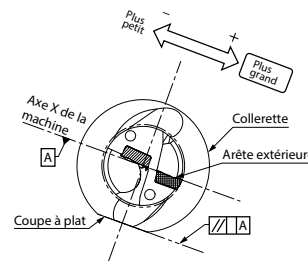
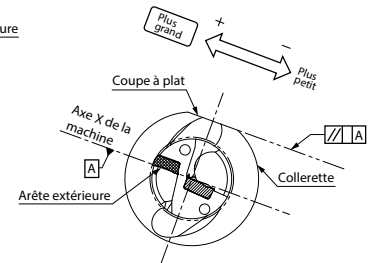

Fig. 2 Plaquette extérieure vers le haut
Fig. 3 Plaquette extérieure vers le bas
2. Pour agrandir le diamètre du trou, faire glisser l'outil le long de l'axe X vers la plaquette extérieure. (Fig. 2, fig. 3)